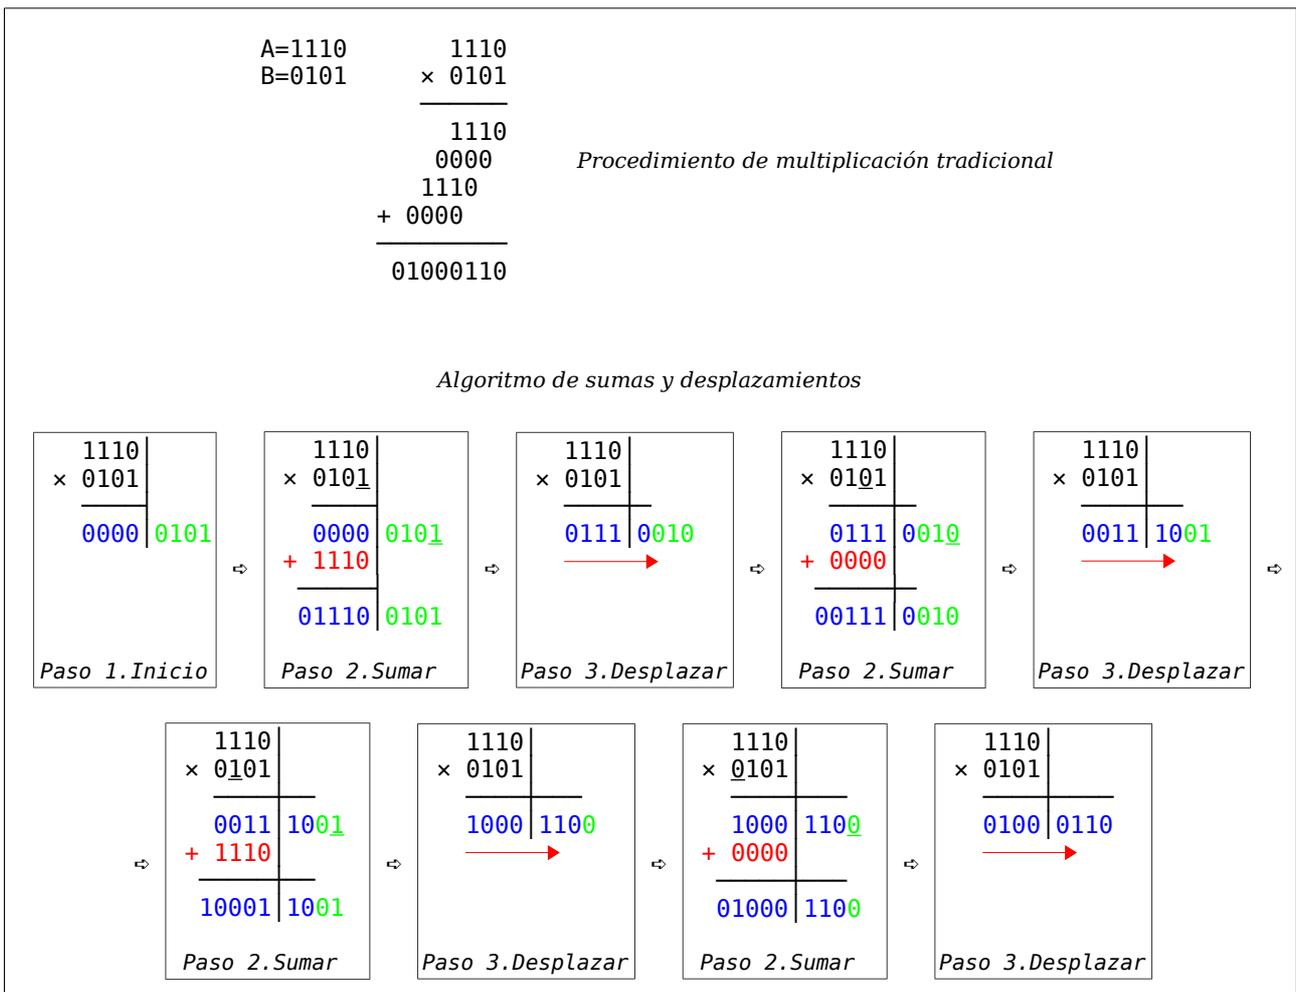

Figura 2. Algoritmo de multiplicación mediante sumas y desplazamientos.
Si nos fijamos en la parte superior de la figura 2, en el que se muestra la multiplicación de dos números binarios (A=1110 y B=1010), vemos que el procedimiento de multiplicación tradicional consiste en realizar una suma cuyos sumandos se van desplazando a la izquierda. Además, al tratarse de datos binarios, los sumandos de esta suma sólo pueden ser el primer operando de la multiplicación (el número A) o bien el cero.
En la parte inferior de la figura 2 se muestra un ejemplo de multiplicación de dos números binarios (A=1110 y B=1010) siguiendo paso a paso el algoritmo de sumas y desplazamientos.
2. **Paso 2:** En el paso 2 se analizará el valor de uno de los bits del operando B (el que se muestra subrayado en cada uno de los 'pasos 2' de la figura 2). Este bit lo tenemos siempre disponible en